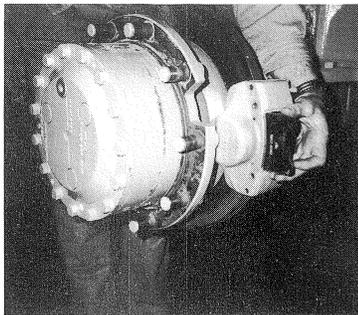

Bild 55
- (5) Bremsklötze zur Seite herausziehen (Bild 55).